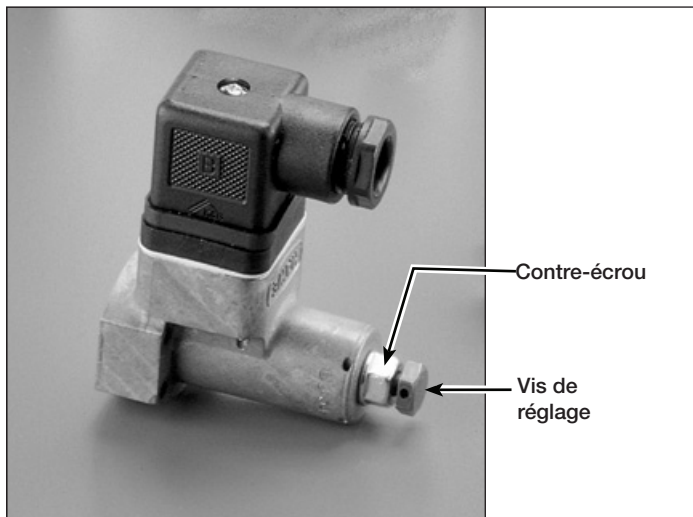

Figure 10, Pressostat
2. Au moyen d'une clé de 10 mm, tourner la vis de réglage de l'interrupteur dans le sens horaire pour augmenter la pression ou dans le sens antihoraire pour la diminuer (voir Figure 10).